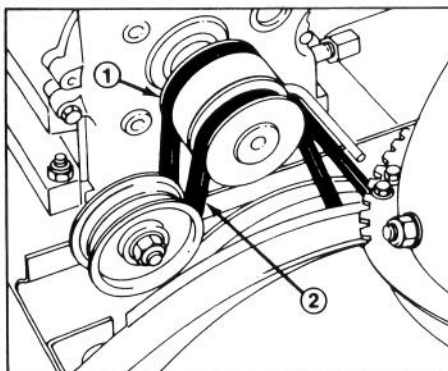
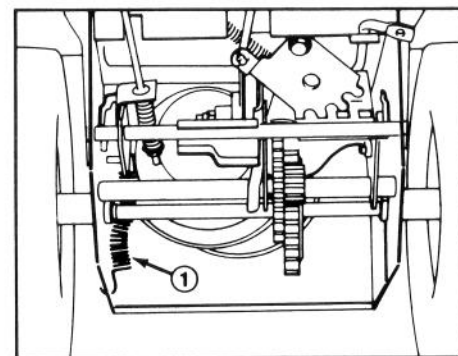

Figure 25
Figure 26
Quand la courroie de commande de tarière et du rotor (Fig. 25) est usée, étirée, saturée d'huile ou défectueuse de quelque manière, il faut la remplacer.
3. Enlevez la courroie de commande de tarière de la poulie du moteur et de la grande poulie de tarière/rotor (Fig. 25).
4. Passez la courroie neuve autour de la grande poulie de tarière/rotor (Fig. 25). Passez ensuite la courroie sur la poulie du moteur en vous assurant que la courroie soit à l'intérieur de la poulie de renvoi et du guide de courroie en fil métallique (Fig. 25).
4. Basculez la déneigeuse pour qu'elle appuie sur le logement de tarière et bloquez-la afin qu'elle ne puisse tomber accidentellement. Enlevez la plaque de protection arrière et dégrafez le ressort de la plaque latérale (Fig. 26).
5. Remettez la déneigeuse en position normale et enlevez la courroie de commande de traction de la poulie du moteur et de la grande poulie de traction (Fig. 25).
6. Passez la courroie neuve autour de la grande poulie de commande de traction (Fig. 25). Passez ensuite la courroie sur la poulie du moteur en vous assurant que la courroie soit à l'intérieur de la poulie de renvoi de traction et du guide de courroie en fil métallique (Fig. 25). Basculez la déneigeuse sur le logement de tarière, bloquez-la et agrafez le ressort à la plaque latérale (Fig. 26). Remettez la plaque de protection arrière en place et remettez la machine en position normale.